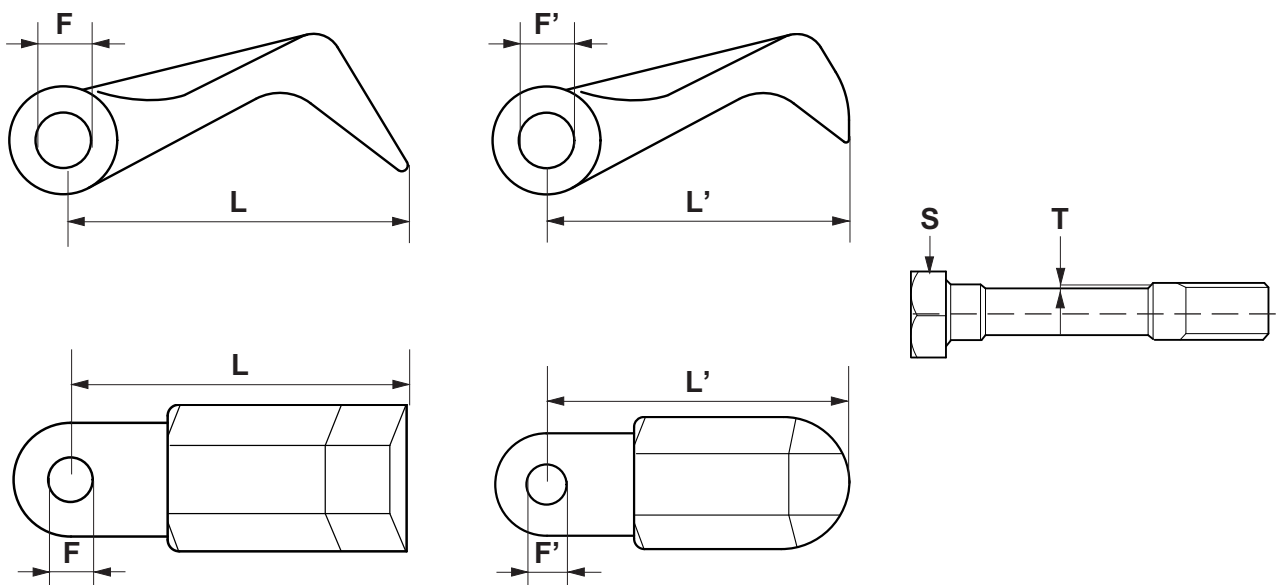

fig.22
- Il diametro del foro di fissaggio «F» non deve essere ovalizzato più 2 mm, rispetto al diametro originale (fig.22).
- La lunghezza «L» dei coltelli non può scendere oltre 15 mm. rispetto la lunghezza originale (fig.22).
- L'usura «T» del perno è superiore a 2 mm (fig.22).